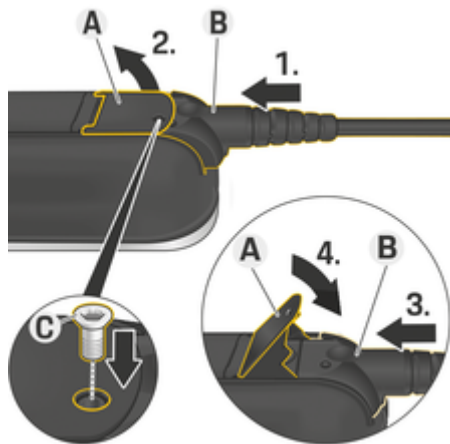

Fig. 16: Fixar os cabos e prender os conectores
✓ A alavanca **A** (Fig. 16) está fechada.
1. Insira o conector **B** (Fig. 16) na unidade de controle até sentir a resistência pela primeira vez.
2. Levantar a alavanca **A** (Fig. 16).
3. Empurrar o conector **B** (Fig. 16) completamente.
4. Fechar a alavanca **A** (Fig. 16).
5. Fixar o conector **B** (Fig. 16) na unidade de controle com o parafuso **C** (Fig. 16).